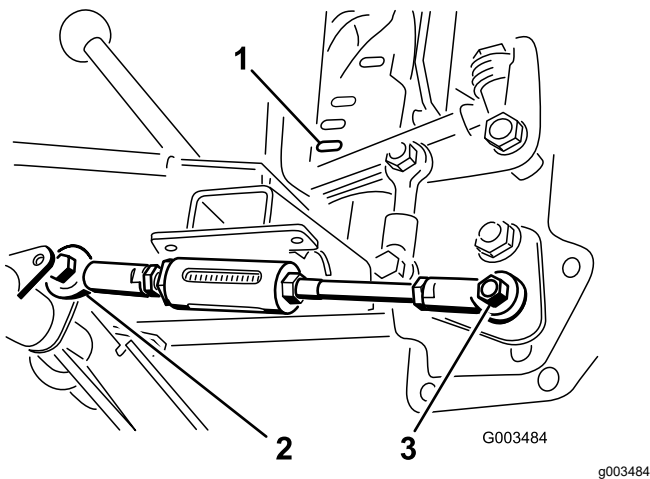

Figura 8
6. Deplasai mânerul de ridicare până când orificiul din articulaia sferică se aliniază cu orificiul din partea dreaptă a pârgheii tijei reglabile de pe tubul pivotant i fixai tija la pârghie cu un urub ($\frac{1}{2} \times 1\frac{1}{2}$ ") i o contrapiuliă ($\frac{1}{2}$ ") aa cum se arată în Figura 8.